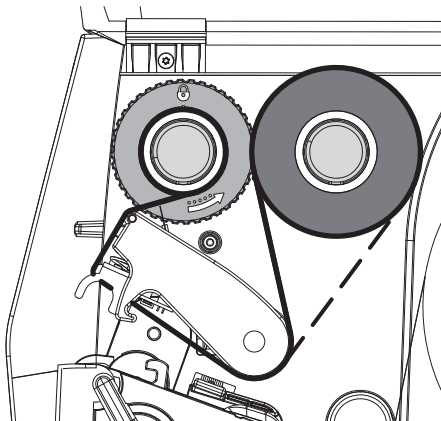

Bild 13 Transferfolienlauf
5. Position des Randstellers auf dem Aufwickler an Breite des Folienkerns (4) anpassen und Folienkern auf den Aufwickler (2) schieben.
6. Transferfolie wie in Bild 13 durch die Druckbaugruppe führen.